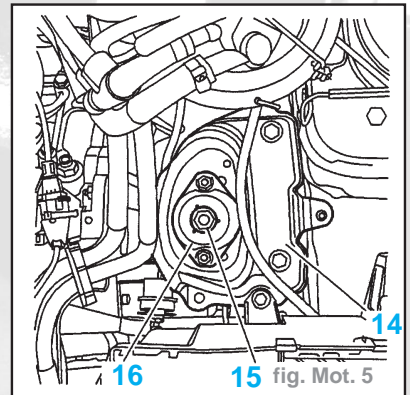

fig. Mot. 5
- Mettre en tension l'outil (3).
- l'écrou (15) (fig. Mot. 5)
- le silentbloc gauche (16)
- le support (14) (vis x 4)
- l'axe support boîte de vitesses à l'aide de l'outil (6) (douille 7115-T)